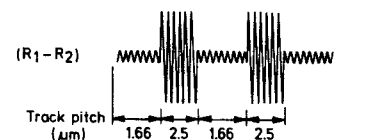

Fig. 9
- Schraube C rechtsherumdrehen, bis die Rasterlinse etwa die äusserste Stellung erreicht hat und am Oszilloskop das Radial-Differenzsignal des 2.5- und 1.66- $\mu$ m-Spurabstands sichtbar ist. Siehe Bild 9. Gegebenenfalls dieses Signal aufsuchen, dadurch dass die Stellung des Objektschlittens durch Verdrehen des Zahnrads von Hand variiert wird.